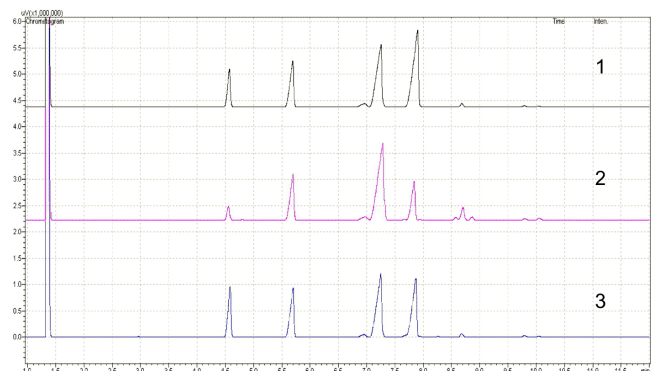

Figura 2S. Cromatogramas dos biodieseis de arroz (1), milho (2) e canola (3)
7. A Figura 2S apresenta os cromatogramas de três amostras típicas (biodiesel de óleos de arroz, milho e canola). Nas condições de análise, os principais componentes são eluídos na seguinte ordem: C16:0 (4,6 min), C18:0 (6,9 min), C18:1 (7,2 min), C18:2 (7,9 min) e C18:3 (8,7 min). O pico do padrão interno, C17:0 foi observado em 5,7 min.